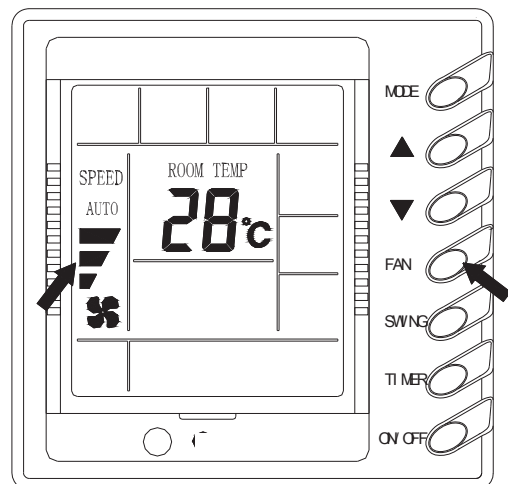

Рис. 6
5) Изменение скорости вентилятора (Рис. 6)